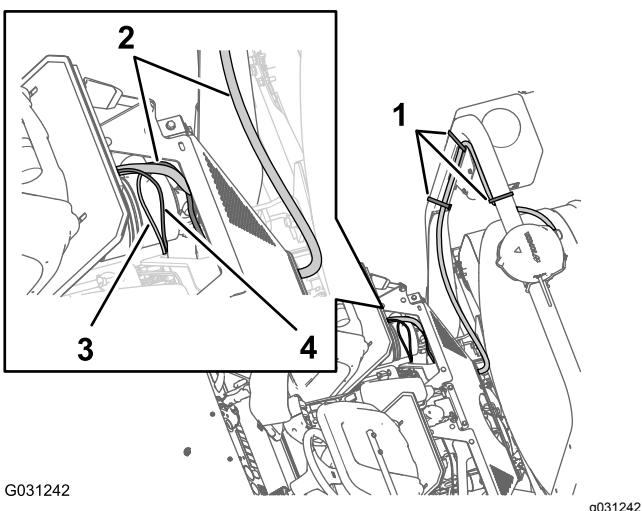

Figura 168
1. Enrute la rama de 100 cm del arnés eléctrico (Figura 168) que tiene el conector de un pin hacia abajo a la zona de interconexión de los arneses de cables delantero y trasero de la máquina; consulte la Figura 86 en Conexión de los arneses de cables delantero y trasero \(página 42\).
2. Enrute la rama de 100 cm del arnés de datos (Figura 168) que tiene el conector de 4 pines del controlador del fumigador/CAN 2 hacia abajo a la zona de interconexión de los arneses de cables delantero y trasero de la máquina; consulte la Figura 86 en Conexión de los arneses de cables delantero y trasero \(página 42\).